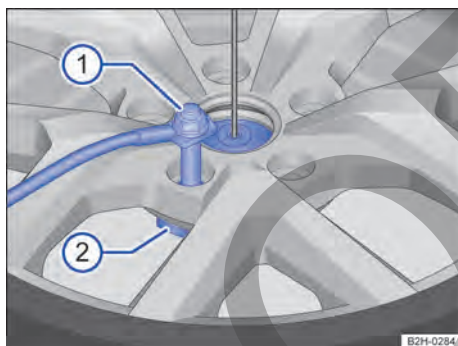

Fig. 197 Rueda de auxilio o de emergencia: soltar el tornillo de seguridad.
- ① Tornillo de seguridad
- ② Soporte para llantas
3. Con la llave de rueda, desenrosque el tornillo de seguridad del soporte para llantas en el sentido contrario al de las agujas del reloj → Fig. 197 ①.